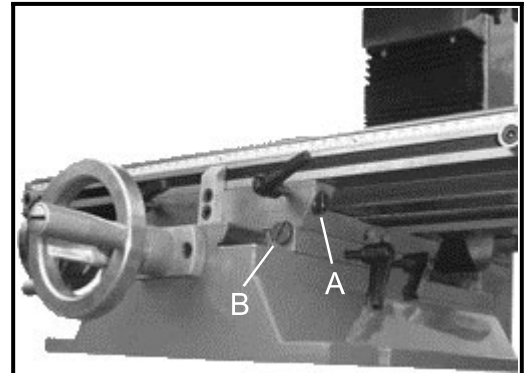
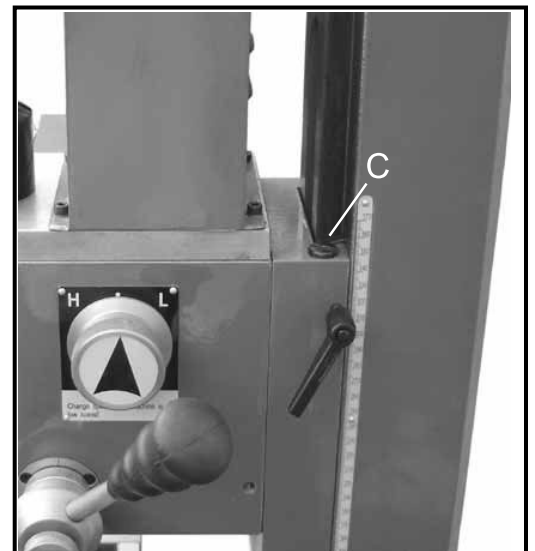

Abb. 17
Abb. 18
1. Die Einstellschraube für die horizontale Leiste (A, Abb. 17) befindet sich hinten rechts am Tisch. Die Einstellschraube für die traverse Leiste (B, Abb. 17) befindet sich auf der rechten Seite des Sattels unter dem Tisch. Die Einstellschraube für die vertikale Leiste (C, Abb. 18) befindet sich an der Säule.